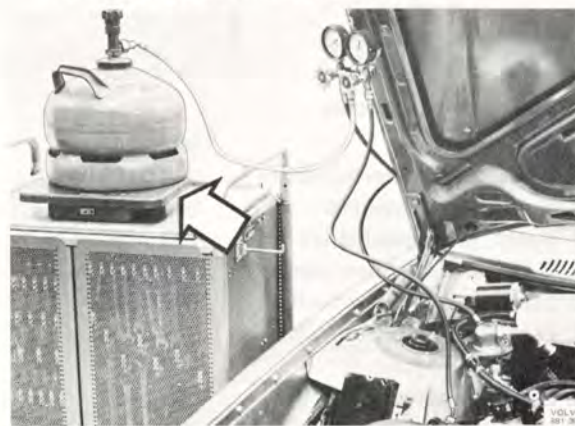

Bild 7
- 5b. **Stor behållare:** Placera behållaren på en våg och avläs vikten med slangen tillkopplad, bild 7.